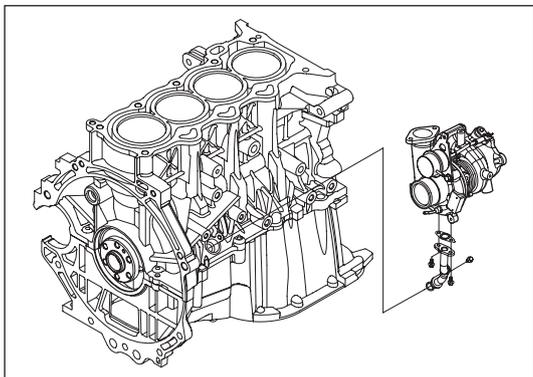

Рис. 7-2-6. Установка отводящей масляной трубки турбонагнетателя
- (4) Установить отводящую масляную трубку турбонагнетателя и круглые резиновые прокладки на корпус блока цилиндров с помощью одного фланцевого болта M6×16, как показано на рис. 7-2-6.